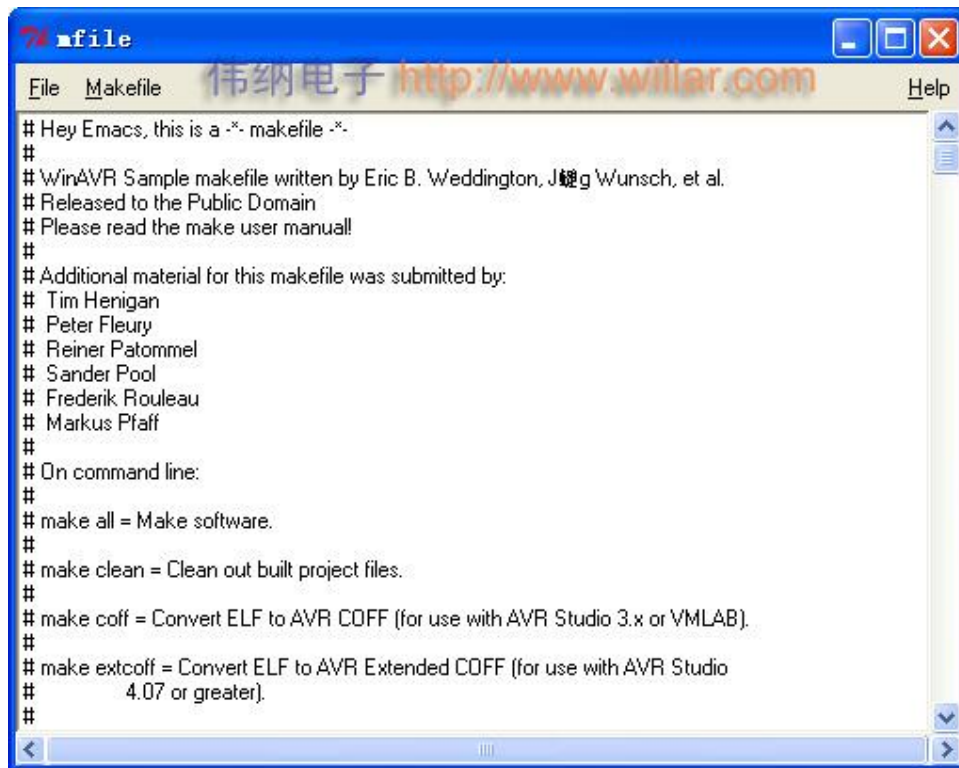

图 1 Makefile 的模板
3.4 运行 WinAVR—>MFile[WinAVR]，编辑 Makefile，开启之后，即有一个 makefile 的模板，如图 1 所示。